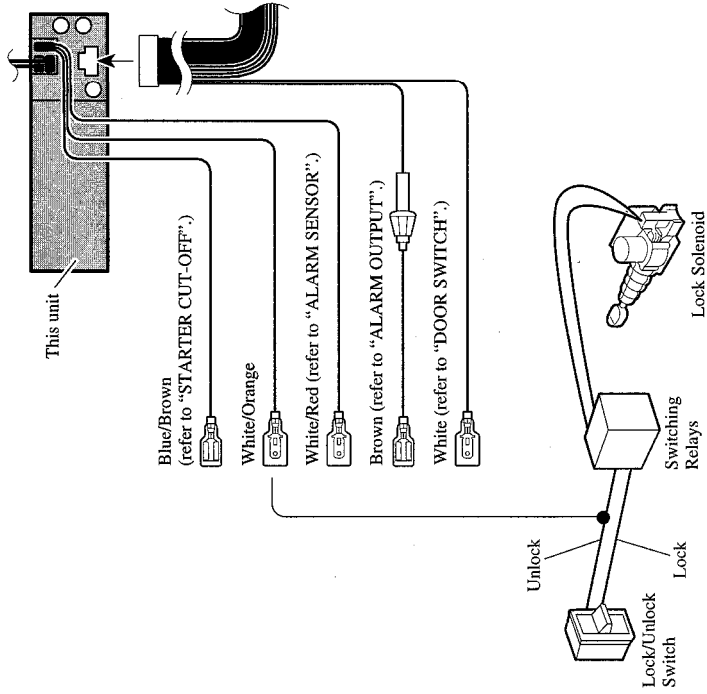

Fig. 35
- White/Orange (DOOR LOCK)** (Fig. 35)